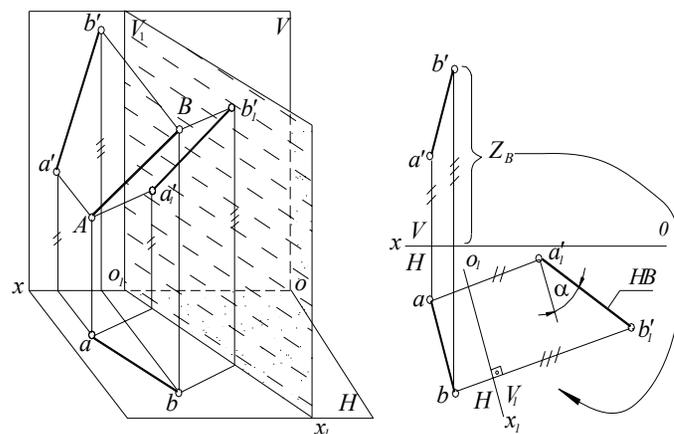

Рис. 1.58. Спосіб заміни площини  $V$  на  $V_1 \perp H$
Суть способу заміни площин проекцій (пл. пр.) виражається в тому, що, зберігаючи положення точок, прямих і фігур у просторі незмінним, система доповнюється площинами, які утворюють з площиною  $V$  або  $H$  і між собою системи двох взаємно перпендикулярних площин, які приймають за площини проекцій (рис. 1.58).
1. “Нову” площину проєкцій (пл. пр.) розміщують паралельно прямій на будь якій відстані. На комплексному кресленку вісь нової системи пл. пр. буде паралельна одній із проєкцій прямої (у нашому випадку горизонтальній) (рис. 1.58, 1.59).